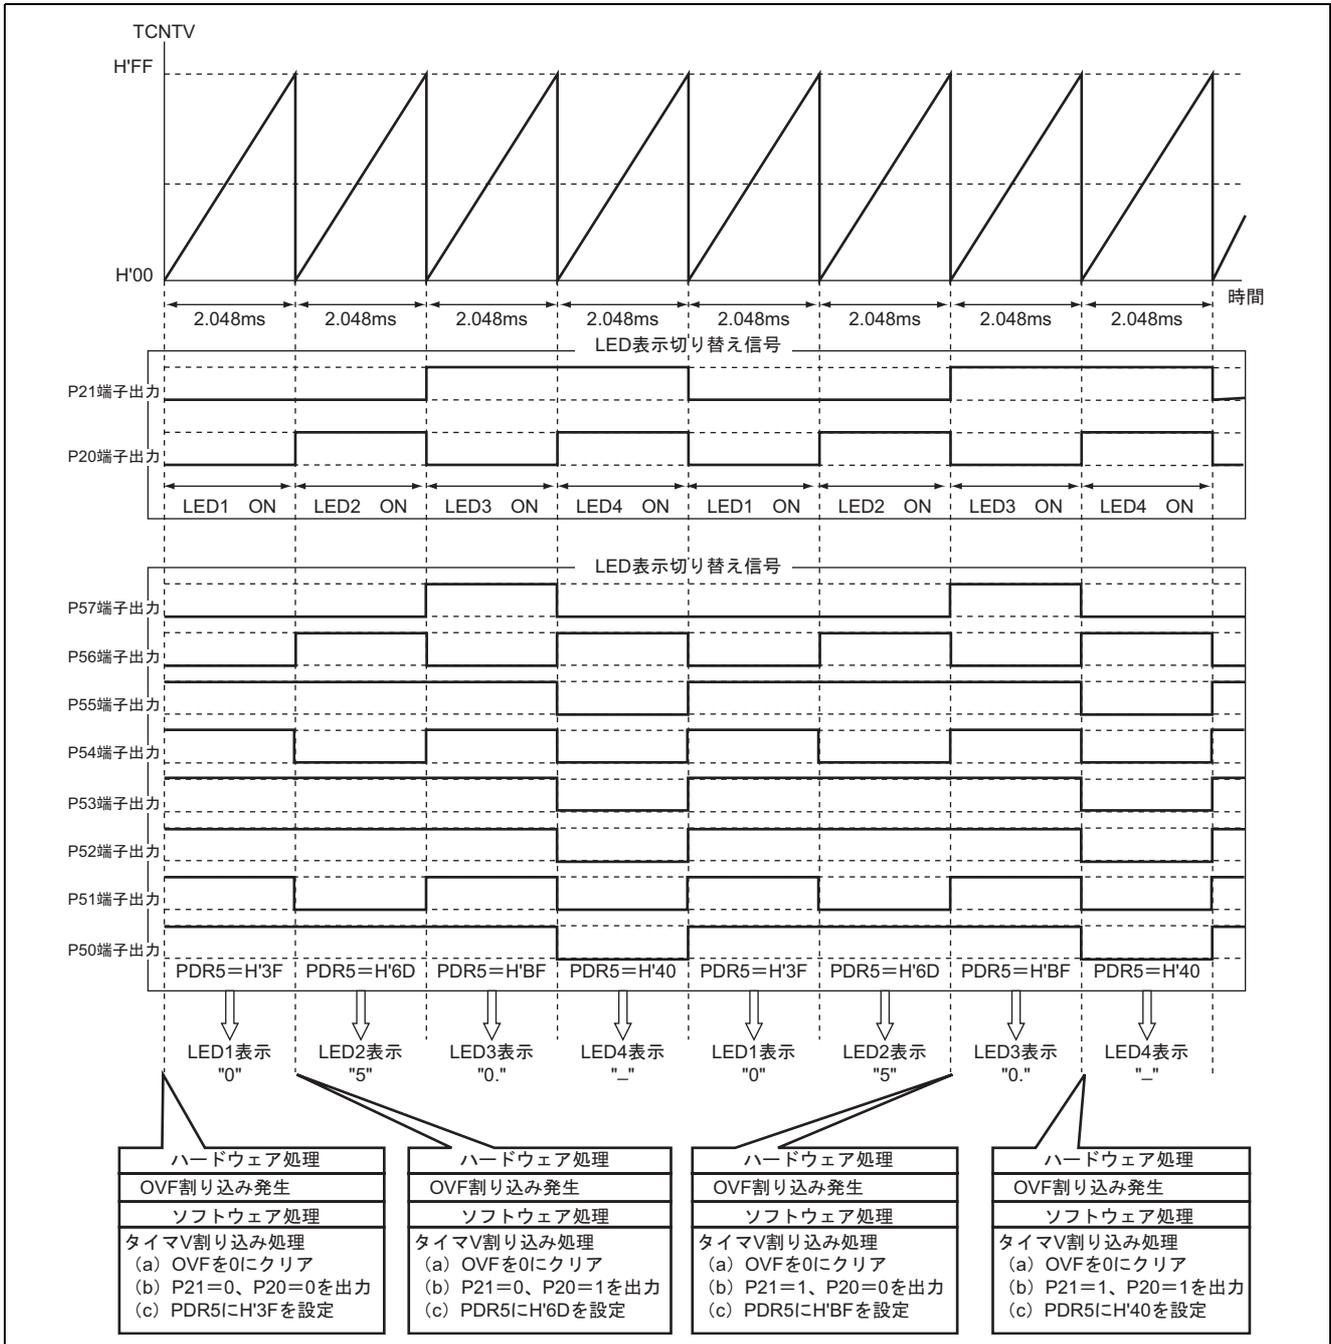

図 3.2 7セグメント LED 表示制御の動作原理
2. 7セグメント LED の表示制御の動作原理について説明します。図 3.2 は LED4~LED1 に"-0.50"を表示する場合の動作原理について説明しています。図 3.2 に示すようにタイマ V オーバフロー周期ごとに LED1~LED4 を順番に表示させることにより 7セグメント LED のダイナミック表示を行っています。